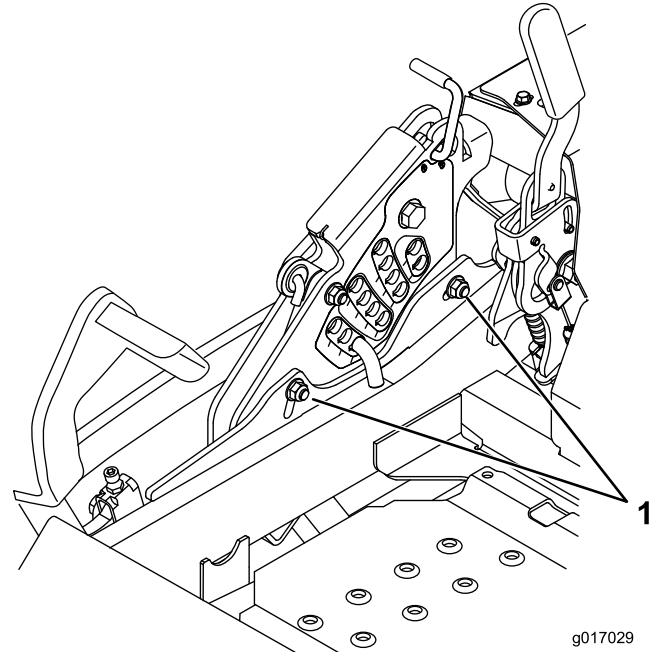

Figure 90
- Pour régler le système monopoint, desserrez les deux boulons au bas de la plaque de hauteur de coupe (voir la Figure 90).
14. Serrez les deux boulons au bas de la plaque de hauteur de coupe (Figure 90). Serrez à un couple de 37 à 45 Nm (27 à 33 pi-lb).